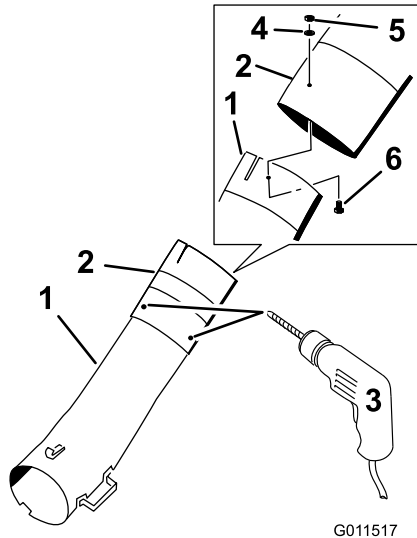

Figura 21
3. Utilizando os três orifícios ou marcas no tubo do meio como modelo, perfure três orifícios (7/32 pol. de diâmetro) onde os tubos superior e intermédio se juntam (Figura 21).
4. Instale sem apertar os tubos inferior e intermédio com 3 parafusos (n.º 10 x 3/4 pol.), 3 anilhas de cabeça chata (7/32 pol.) e 3 porcas de bloqueio (n.º 10) (Figura 21).